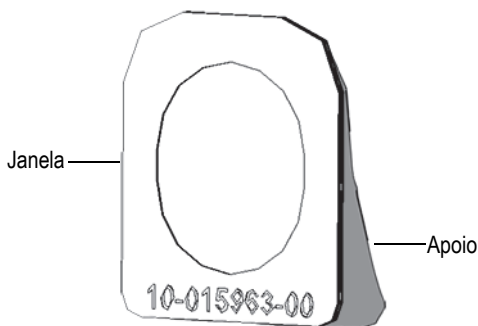

Figura 4-7 Tirando a janela de seu apoio
1. Remova a janela da embalagem e retire o material de apoio completamente da janela (Figura 4-7 na página 64).